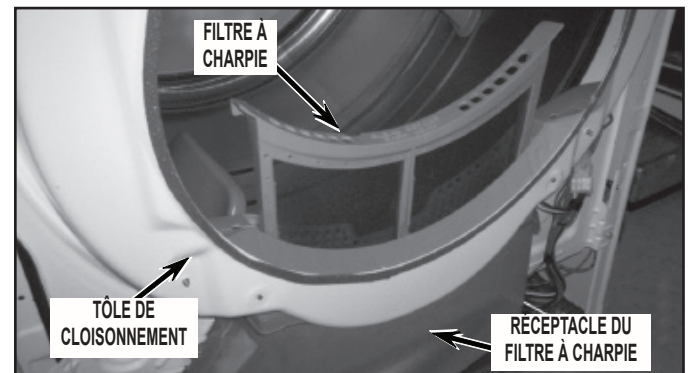

FIGURE 9
11. Déposer la tôle de cloisonnement de la sécheuse – retirer d'abord le filtre à charpie de la sécheuse; voir la *Figure 9*.